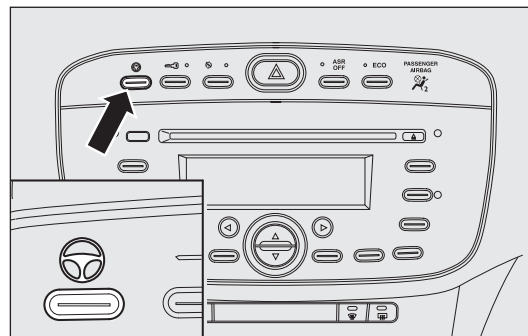

fig. 109
- ☐ el mensaje CITY encendido en el botón, después de haberlo pulsado fig. 109.